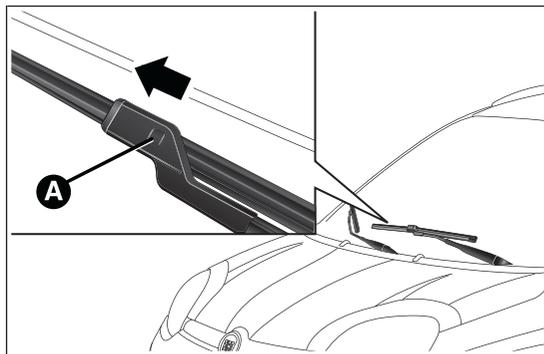

fig. 152
- soulever le bras de l'essuie-glace, appuyer sur la languette A fig. 152 du ressort de fixation et extraire le balai hors du bras ;